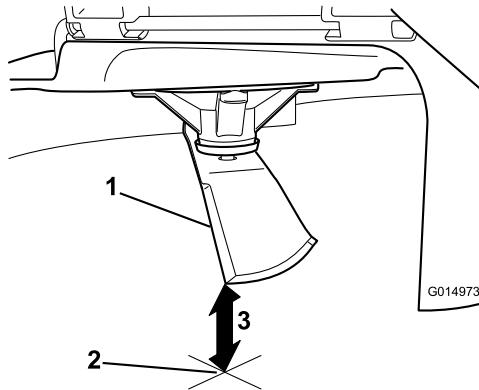

Figure 60
5. Mesurez la distance entre la pointe de la lame et la surface plane (Figure 60).
3. Mesurez la distance entre la pointe de la lame et la surface plane (Figure 60).